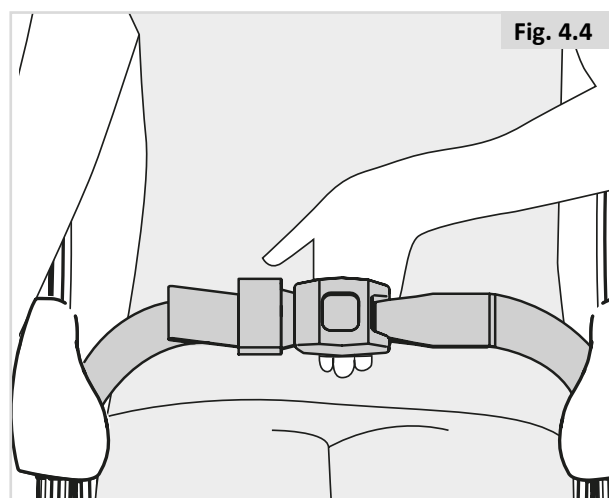

Fig. 4.4
- Per comodità e sicurezza regolare la cintura in modo che vi sia lo spazio sufficiente per inserire una mano (Fig. 4.4).